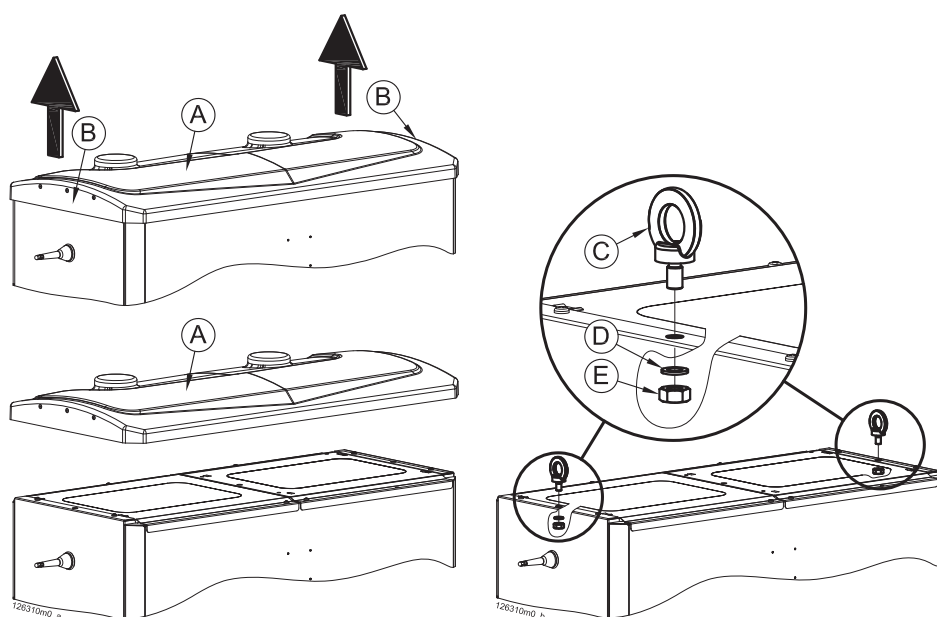

Figura 5-5 - Montaggio golfari x sollevamento
- togliere la copertura superiore "A" tirando verso l'alto dai due lati "B" come da figura 5-5;
- avvitare i golfari "C" nell'apposito filetto, serrarli dall'interno del telaio con le apposite rondelle "D" e i dadi "E" come esemplificato in figura 5-5;